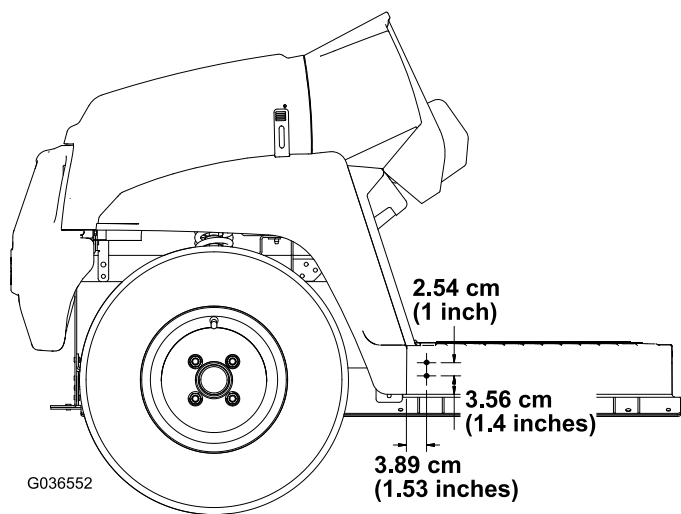

Figura 3
2. Utilizzando le dimensioni nella Figura 3, praticate 2 fori (5/16") all'esterno del pianale, sui lati sinistro e destro della macchina.